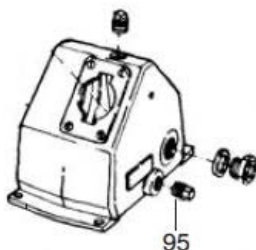

Fig. 19: Tapón de reposición de aceite / Boulon de remplissage
- ☐ reponga el aceite a través del orificio de alojamiento del tapón, Fig. 19 - pos. 95, localizado en el Cártel. Lo ideal es cambiar el aceite mientras el bloque compresor está caliente;
- ☐ versez l'huile par l'orifice de remplissage, Fig. 19 - pos. 95, localisé sur carter. L'idéal est de remplacer l'huile pendant que le bloc compresseur est encore chaud ;